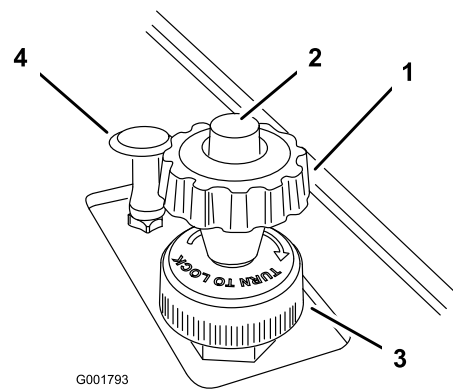

図 22
2. ボタンを押しながら、ノブを引き上げ、リミッタがアクセル・ペダルに当たったのが足に感じられたら、ボタンから指を離す(図 22)。
4. 希望する速度にセットされたら、速度リミッタの根元にあるロック・ダイヤルを右に回して設定を固定する(図 22)。ロックを解除する場合には、このダイヤルをゆるめる。